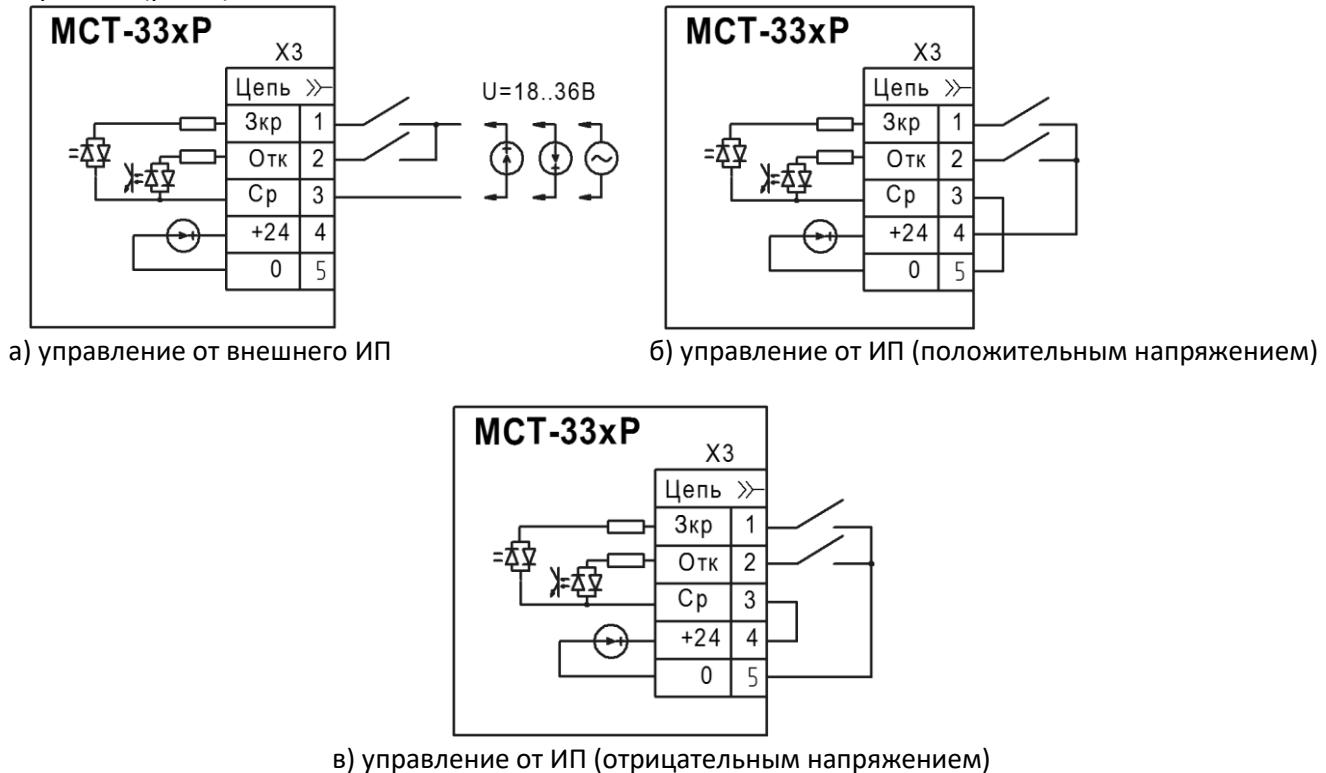

Рисунок 3 - Варианты управления дискретными входами
1.5.8 Входы являются двунаправленными, поэтому управление может осуществляться подачей на входы положительного (клемма «+24») или отрицательного (клемма «0») напряжения (см. рисунок 3).
1.6.2 Напряжение на управляющие входы «**Зкр**» и «**Отк**» может подаваться как от внешнего источника 18-36 VDC/VAC, так и от клемм внутреннего источника +24В (рис.3).
1.6.3 Входы «**Зкр**» и «**Отк**» являются двунаправленными и допускают подачу напряжения любой полярности (рис.3).